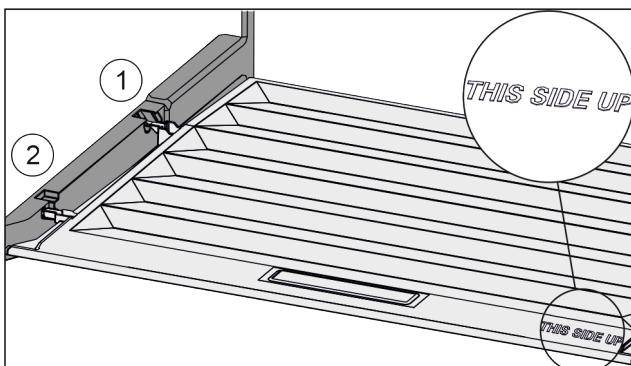

Fig. 132
- Skjyv inn dekseltrinn via åpningen til bakre holder Fig. 132 (1) og klikk dem på plass i fremre holder Fig. 132 (2).